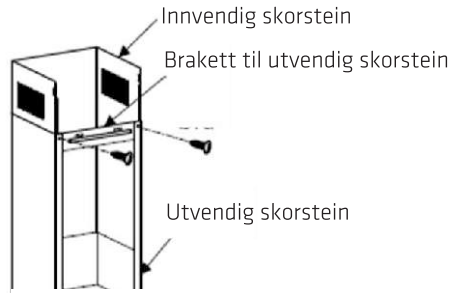

Bilde 2
3. Monter kroken på et hensiktsmessig sted når monteringshøyden er fastsatt, og hold den på linje. Festeposisjonen for brakett til innvendig skorstein er plasseringen til skorsteinen. Se bilde 2.